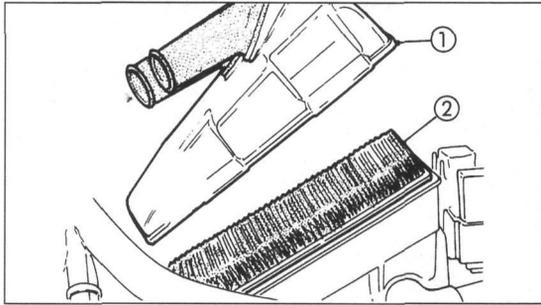

Bild 18
- Elektrodenabstand mit Fühlerlehre messen, er muss 0,6 mm **betragen**. Gegebenenfalls **Mittel-Elektrode nachfeilen**, dann Abstand einstellen (Bild 18).